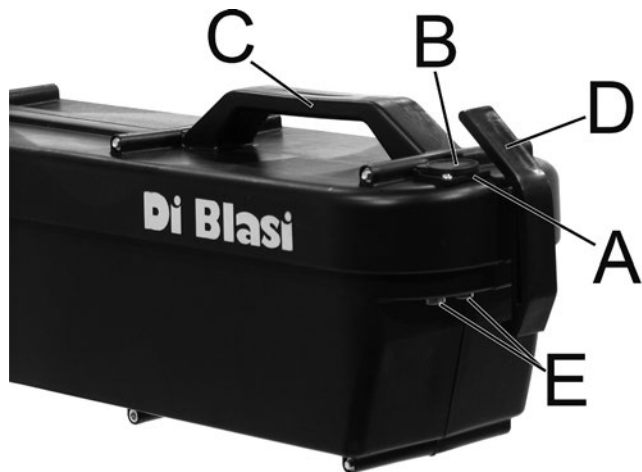

Fig. 44
#### 4.8.3 Para cargar la batería (fig. 44+46)
- La batteria è alloggiata nel contenitore mostrato in Fig. 44. Non aprire mai il contenitore e non manomettere la batteria.
- Non porre la batteria in corto circuito. Un corto circuito si verifica quando un oggetto metallico mette in collegamento diretto i contatti della batteria (E - Fig. 44). Il corto-circuito può danneggiare la batteria e/o gli oggetti che lo provocano.
- The battery pack is stored in the box shown in Fig. 44. Never open this box and never tamper with the battery.